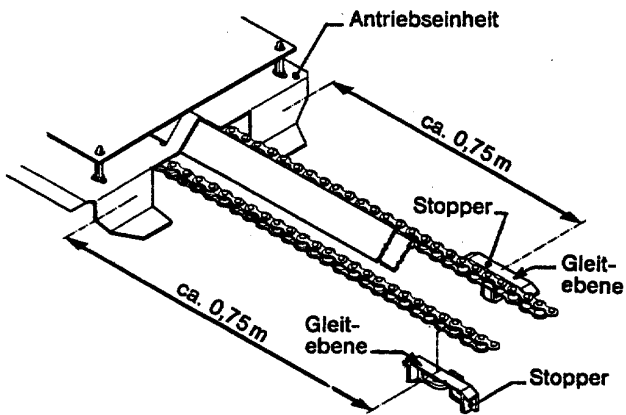

Bild 13
5.9.) Beidseitig ca. 0,75 m von der Antriebseinheit entfernt Stopper seitenrichtig – Gleitebenen oben – auf Kette aufsetzen (Bild 13).